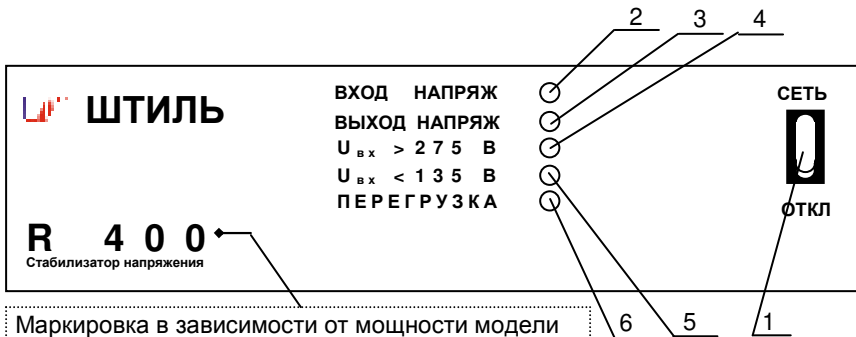

Рисунок 4.1 Передняя панель стабилизатора
На передней панели (рисунок 4.1) расположены выключатель СЕТЬ (1) и индикаторы: ВХОД НАПРЯЖ (2), ВЫХОД НАПРЯЖ (3), «Увх>275В» (4), «Увх<135В» (5), ПЕРЕГРУЗКА (6).